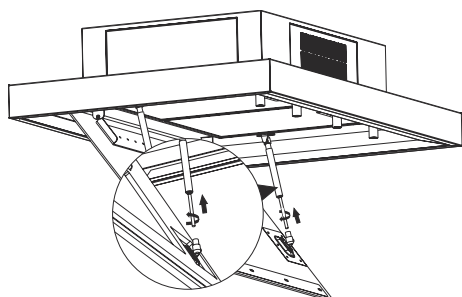

Abb. 18
8. Die Verbindung der Kolbenstange der seitlichen Absaugungsglas durchführen, indem Sie die Kolbenstange in Pfeilrichtung drehen (Abb. 18).